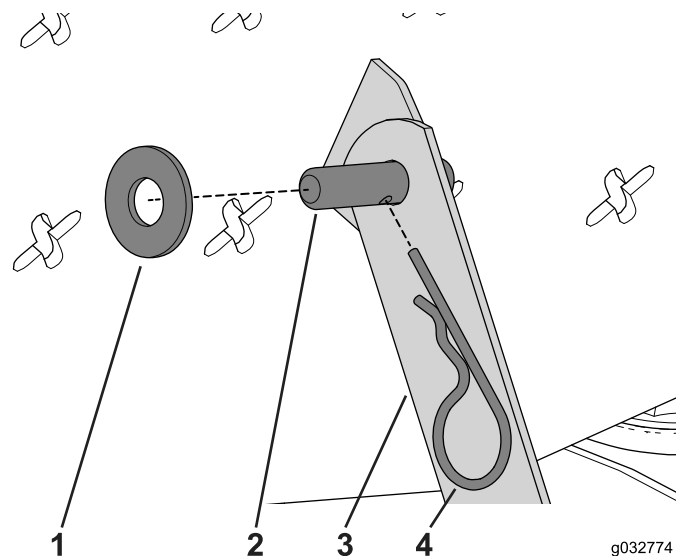

Рисунок 127
- Используйте шайбу и игольчатый шплинт для крепления подъемного рычага к плите оператора (Рисунок 127).